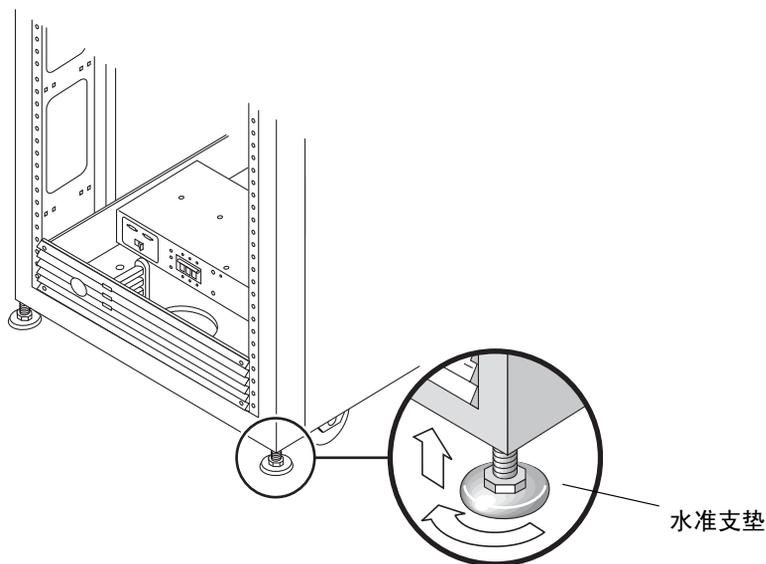

图 2-2 水准支垫
水准支垫（螺丝）位于机箱底座的每个拐角处（图 2-2）。
2. 使用调平扳手调整机箱框架上的四个水准支垫（图 2-2）。